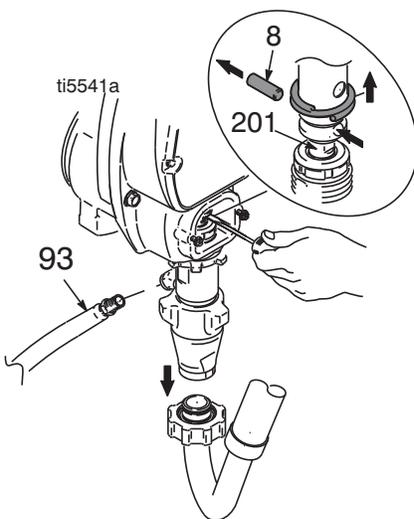

FIG. 15
3. FIG. 15. Arrêter la pompe avec la tige de piston (201) en position basse.
5. FIG. 15. Enlever le flexible (93). Utiliser un tournevis; relever le ressort et sortir la broche (8).